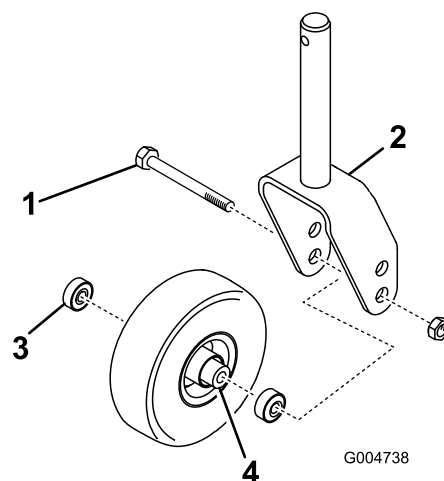

Рисунок 23
2. Удалите контргайку с болта, удерживающего узел поворотного колеса междувилкой поворотного колеса (Рисунок 23). Захватите поворотное колесо и выньте болт извилки или поворотного рычага.
3. Извлеките подшипник из ступицы колеса и дайте выпасть проставке подшипников (Рисунок 23). Снимите подшипник с противоположной стороны ступицы колеса.